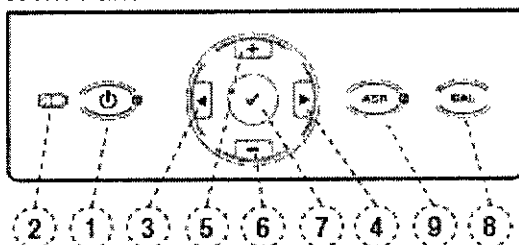

Fig. 4 Panel de teclado
- para operar el micromotor, también existe la posibilidad de pulsar y mantener presionada la tecla CONFIRMAR ✓ (7), Fig. 4 durante 1,5 segundos. El micromotor puede ser detenido pulsando una tecla cualquiera o el pedal. Cuando se pulsa la tecla CONFIRMAR ✓, el micromotor se detiene automáticamente después de 5 minutos sin uso para conservar la carga de la batería.
Pulse la tecla ON/OFF para desconectar el aparato. El LED de la batería (2), Fig. 4 no se encenderá, a menos que la batería se esté cargando.